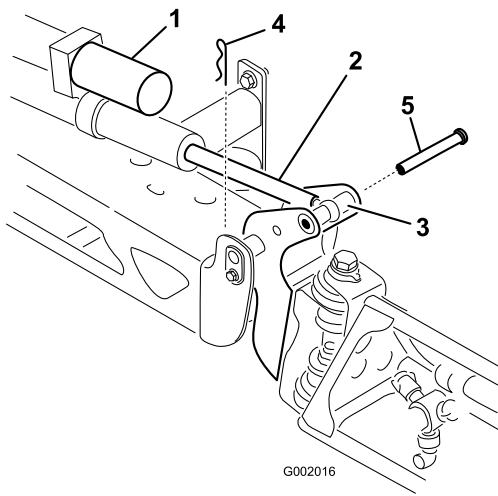

Bild 44
2. Nehmen Sie den Splint vom Lagerbolzen ab (Bild 44).
Scharnier des Auslegers und die Aktuatorstange (Bild 44).
3. Heben Sie den Ausleger an und nehmen Sie den Stift ab (Bild 44). Senken Sie den Ausleger langsam auf den Boden ab.